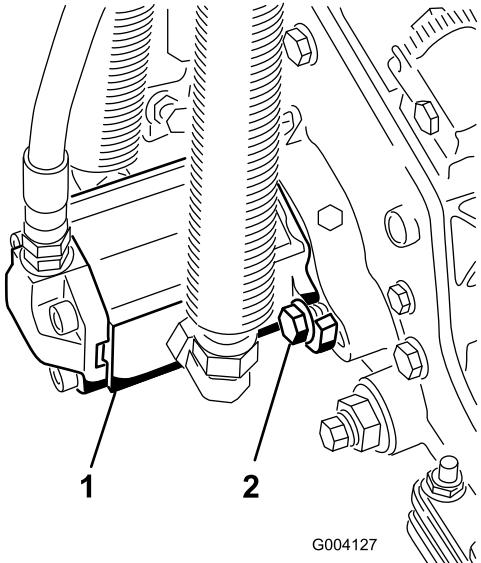

Figure 12
15. Montez le moteur en le tournant dans le sens horaire jusqu'à ce que les brides passent les vis (Figure 12). Tournez le moteur dans le sens antihoraire jusqu'à ce que les brides encerclent les vis, puis serrez les vis.